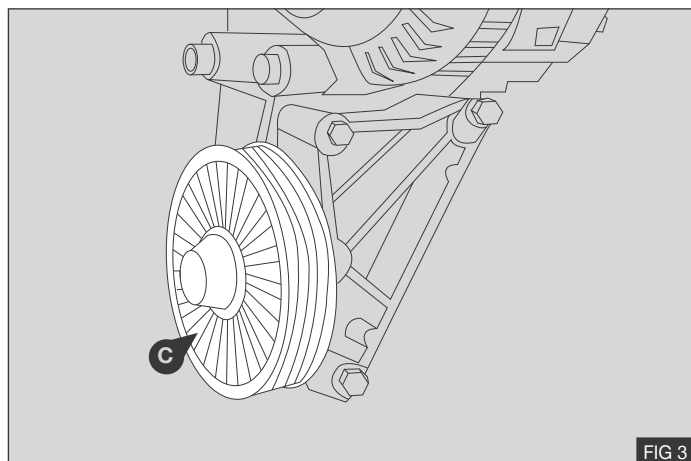

FIG 3
3. Quite y tire el montaje de la polea loca **(C)** - Fig 3.